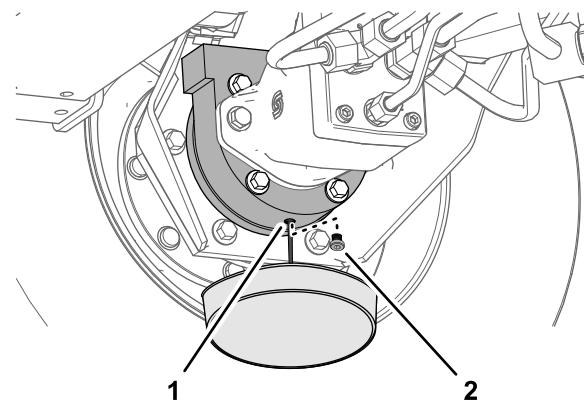

Figura 93
6. Coloque un recipiente debajo del alojamiento del freno, retire el tapón y deje que se drene por completo el aceite (Figura 93).